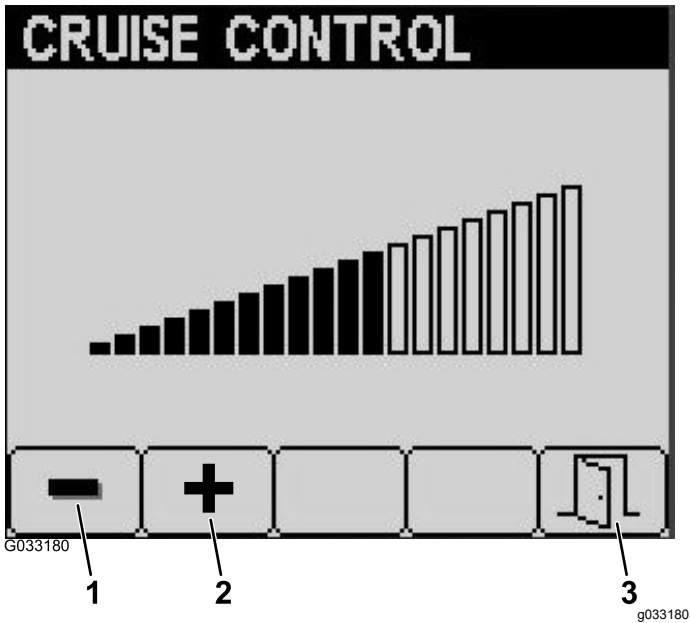

Рисунок 21
4. На экране круиз-контроля нажмите кнопку 1 для увеличения скорости круиз-контроля или кнопку 2 для ее уменьшения (Рисунок 21)..
5. После установки требуемой скорости круиз-контроля нажмите кнопку 5 для выхода (Рисунок 21).